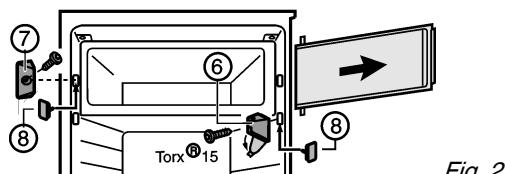

Fig. 2
- Ouvrir le cache du support d'appui Fig. 2 (6).
- Dévisser le support d'appui Fig. 2 (6) avec la porte du compartiment.
- Dévisser l'élément de fermeture Fig. 2 (7).
- Boucher les trous à l'aide des bouchons Fig. 2 (8) joints.